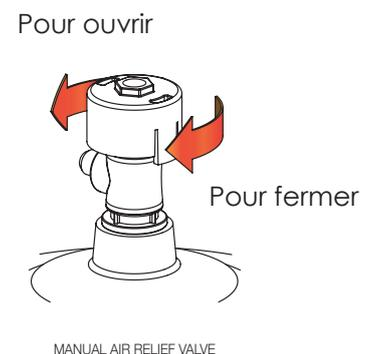

Figure 8
3. La vanne manuelle de décharge d'air doit être placée en position OUVERTE. (Voir Fig 8)